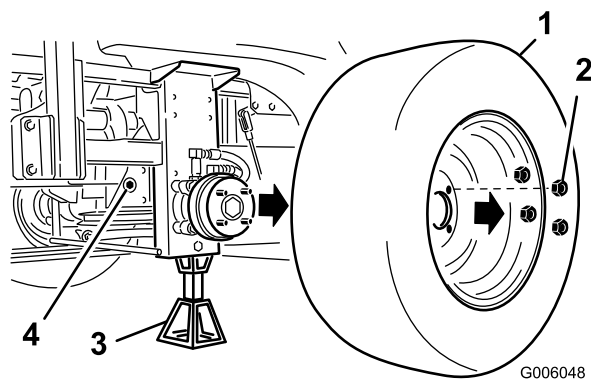

Figura 54
7. Localice el orificio del bastidor y retire el tapón lateral de la caja de engranajes (Figura 54).